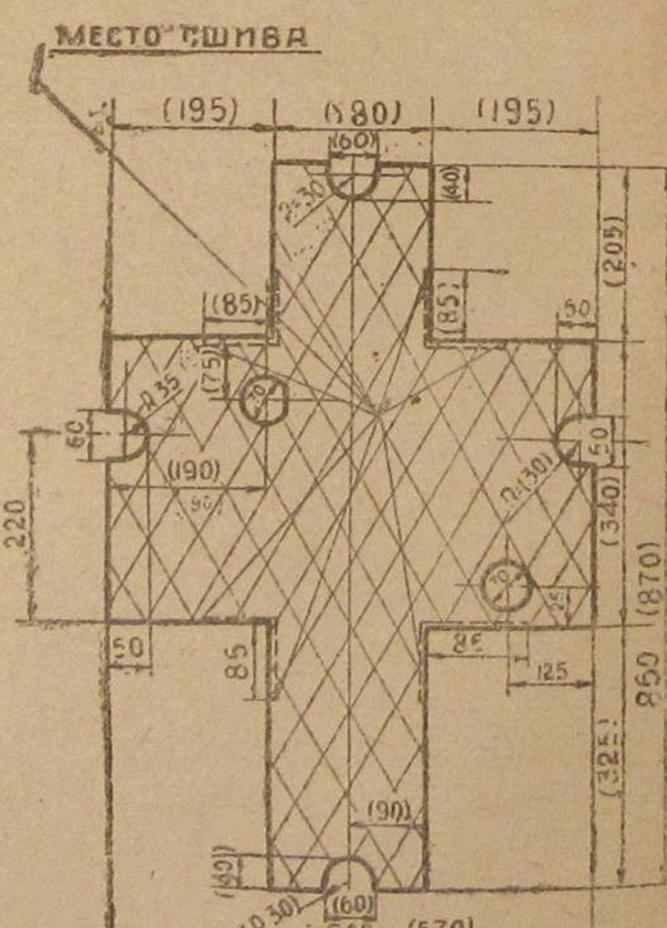

Рис. 19.
6. Капот на отстойник (рис. 19).